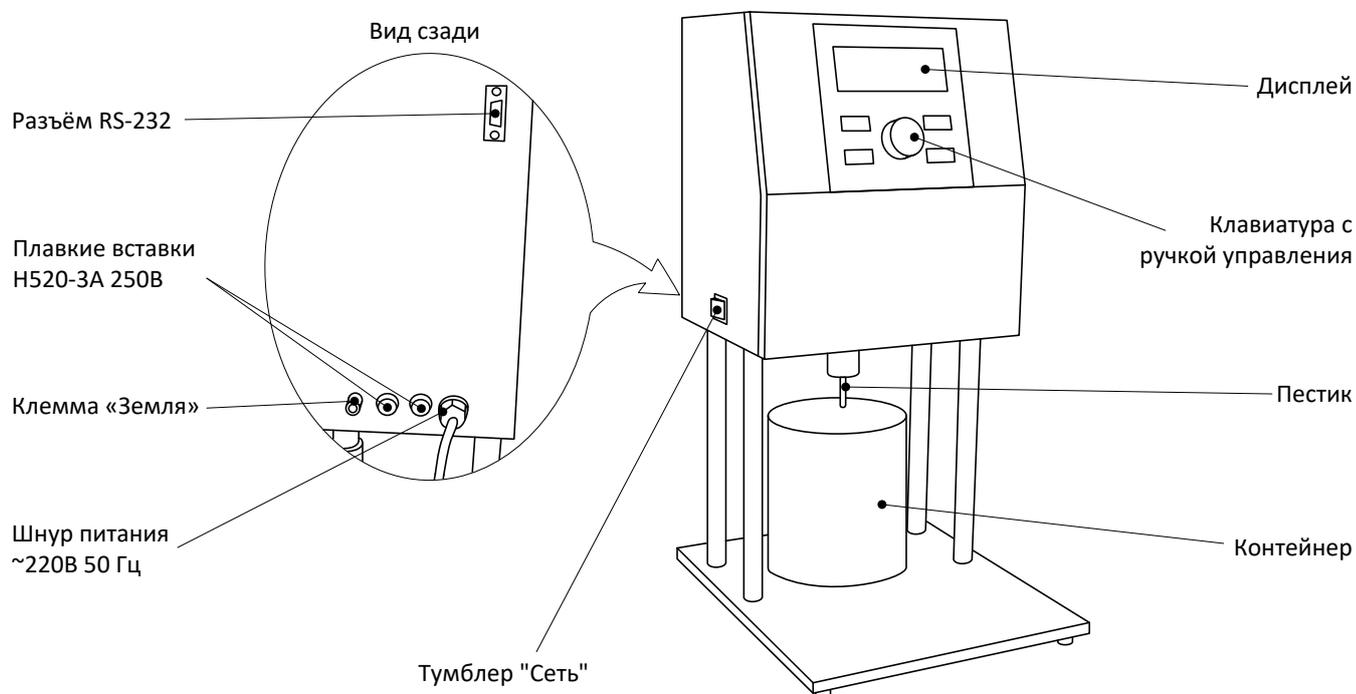
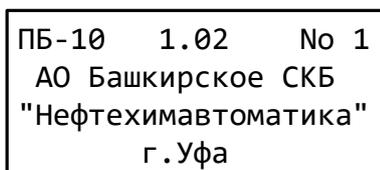

Рисунок 1 – Общий вид аппарата
Рисунок 2 – Окно загрузки
3.1.2 Допускается подключение аппарата только к евророзетке с заземлением. Дополнительно подключить клемму «Земля» на аппарате (рисунок 1 на странице 3) к контуру заземления, не связанному с силовым.
3.3.1 Подключить аппарат к сети питания, включить его тумблером «Сеть» (рисунок 1 на странице 3): на дисплее появится окно загрузки (рисунок 2).